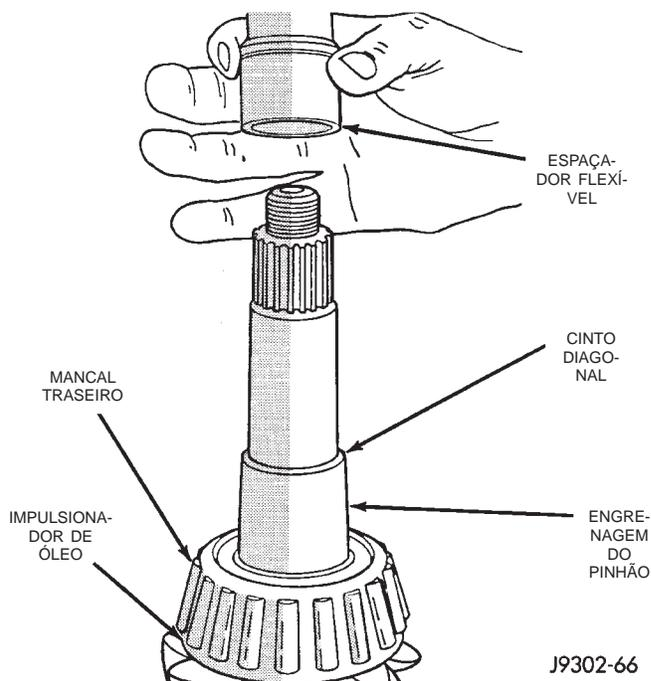

Fig. 36 Espaçador de Pré-Carga Flexível
(9) Instale um novo espaçador de pré-carga flexível no eixo do pinhão e instale a engrenagem do pinhão no alojamento (Fig. 36).
(10) Instale a engrenagem do pinhão no alojamento.
(11) Instale a forquilha com o Instalador C-3718 e o Suporte da Forquilha 6719.
(12) Instale a arruela da forquilha e a nova porca na engrenagem do pinhão e aperte a porca do pinhão até que haja o jogo axial zero do rolamento. Não será possível neste momento atingir o jogo axial zero do rolamento, se um novo espaçador flexível foi instalado.
(13) Aperte a porca com um torque de 285 N·m (210 pés-lb).